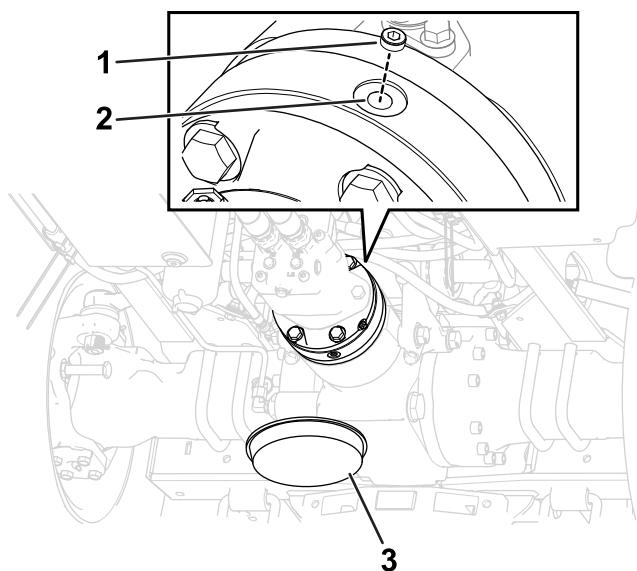

図 104
5. ブレーキハウジングの上部にある補給プラグを外す 図 104。
7. 給油ポートにプラグを取り付ける 図 104。